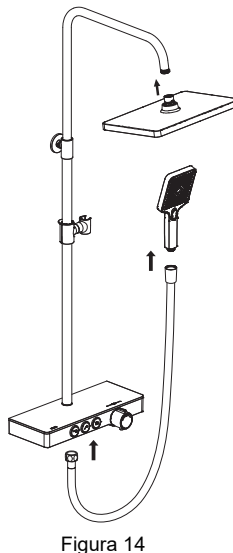

Figura 14
- Collegare il soffione al tubo del braccio (Figura 14).